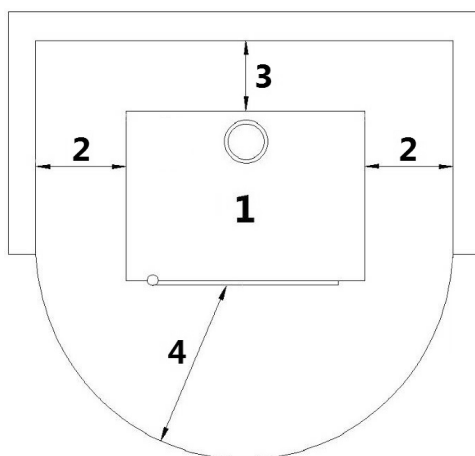

Fig. 16 - Installazione generica
LEGENDA	Fig. 16
- È obbligatorio installare la stufa staccata da eventuali muri e/o mobili, con un giro d'aria minimo di 240 mm ai lati, di 190 mm sul retro, per consentire un efficace raffreddamento dell'apparecchio e una buona distribuzione del calore nell'ambiente (vedi Fig. 16).
- Per le norme di sicurezza antincendio si devono rispettare le distanze da oggetti infiammabili o sensibili al calore (divani, mobili, rivestimenti in legno ecc...) come riportato in Fig. 16.
- Se le pareti sono in materiale infiammabile, verificare le distanze di sicurezza (vedi **Fig. 16**).